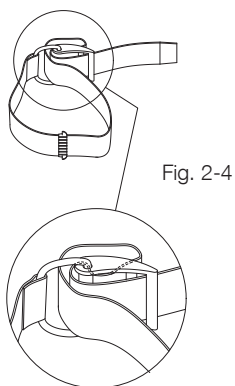
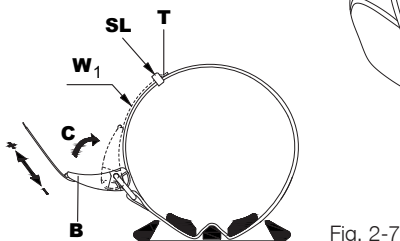

Fig. 2-4
Fig. 2-7
1. Draai de gesp totdat deze vastklikt in de geopende positie. Schuif de riem om de plastic gesp zoals afgebeeld in de afbeelding (Fig. 2-4), maak de riem nat voordat u hem op zijn plaats klemt op de tank en pas de lengte aan (Fig. 2-7).